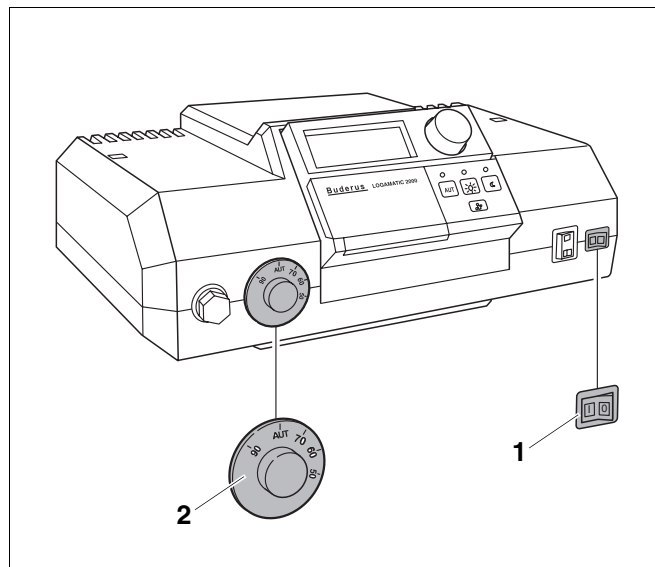
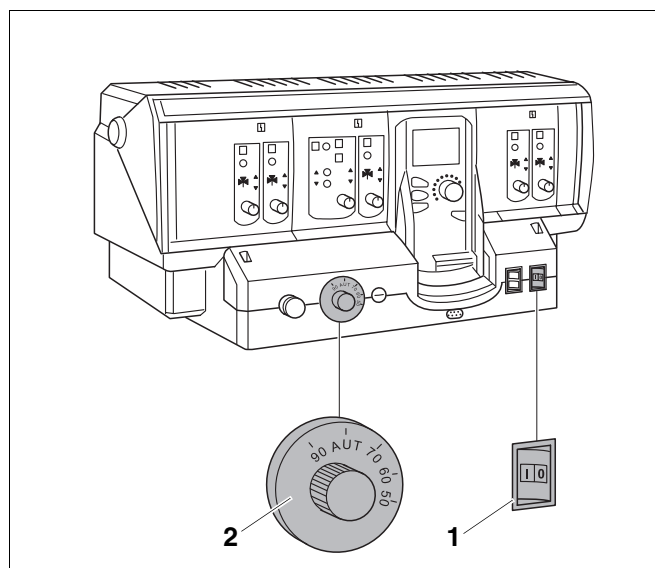

Abb. 27 Regelsystem Logamatic 2000
Abb. 28 Regelsystem Logamatic 4000
- Betriebsschalter (Abb. 27, **Pos. 1** bzw. Abb. 28, **Pos. 1**) in Stellung „I“ (EIN) stellen.
- Kesselwassertemperaturregler (Abb. 27, **Pos. 2** bzw. Abb. 28, **Pos. 2**) auf „AUT“ stellen. Bei konstanter Regelung die gewünschte Temperatur (mind. 65 °C) einstellen.